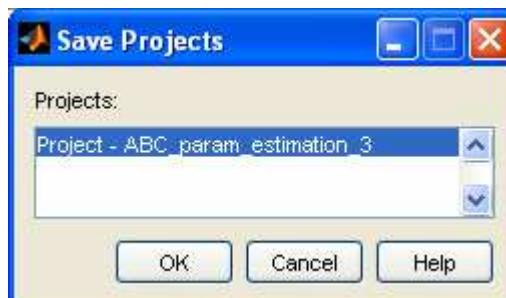

**Рис. 8.** Окно процедуры валидации.
3. Настройте **Plot1** (Рис. 8) на отображение **Measured and Simulated** данных